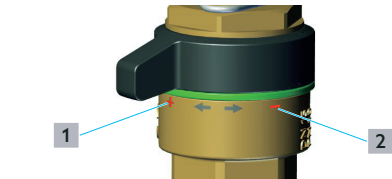

Abb. 3: Griffstellung geöffnet / geschlossen
- 2 Schieben Sie das Ventil von vorne in das Halteblech. Richten Sie das Ventil so aus, dass die Markierung der Griffstellung (siehe Abb. 3) gut lesbar ist.
- 2 Setzen Sie das Ventil in das Halteblech. Richten Sie das Ventil so aus, dass die Markierung der Griffstellung (siehe Abb. 3) gut lesbar ist.